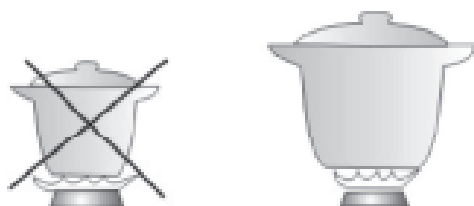

Рис. 6
- При использовании кастрюли меньшего, чем рекомендованный, размера пламя будет вырываться из под ее дна и вызывать перегрев ручки (рис. 6).